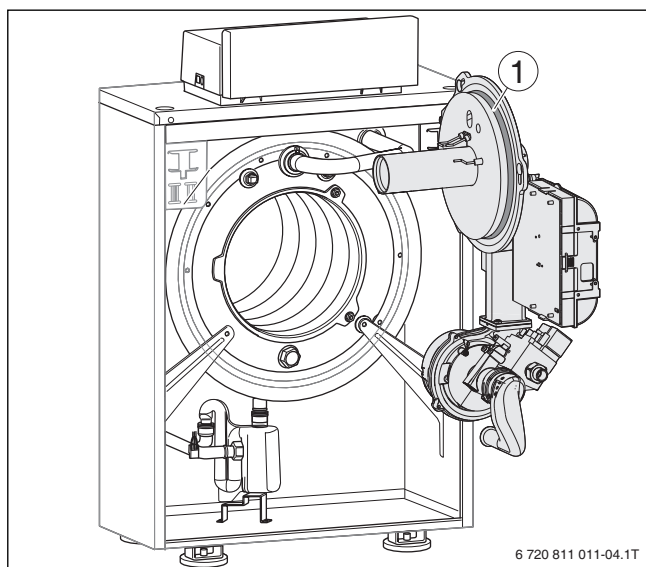

Bild 13 O-Ring Brennergehäuse
- Vor Brennermontage den richtigen Sitz des O-Rings (→ Bild 13, [1]) überprüfen und ggf. korrigieren.